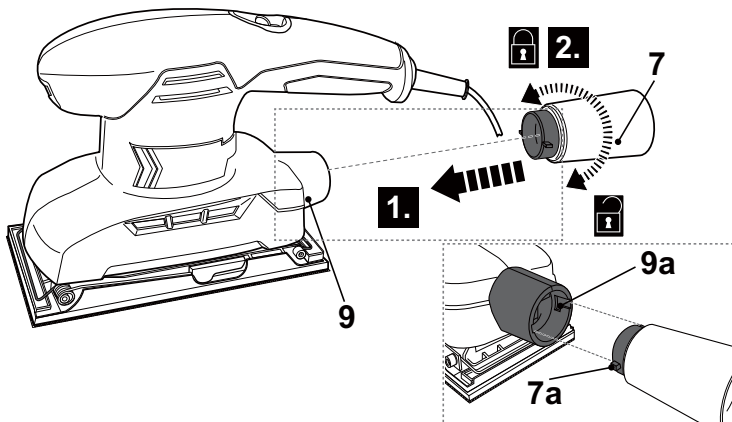

Fig. 12
- > Alinee las lengüetas (7a) con las ranuras (9a) e inserte el adaptador de aspiración (7) en la salida de extracción de polvo (9) hasta el fondo (Fig. 12, paso 1).
- > Gire el adaptador de aspiración (7) en sentido horario para fijarlo en posición (Fig. 12, paso 2).